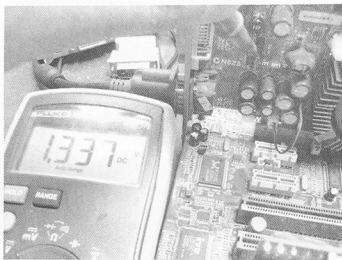

图 5-6 核心供电正常了
(5) 再次通电测试，有了核心供电，显卡可以点亮，如图 5-6 所示。